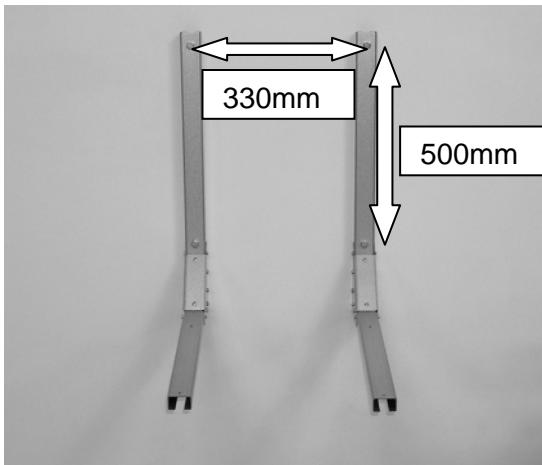

Bild 1
1. Schrauben Sie die Konsole mit 4 Stck 8 mm Schrauben in einem Zentrumabstand von 330 mm an der Wand fest (siehe Bild 1).